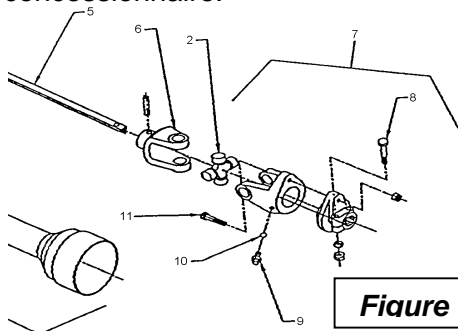

Figure 7
1. Remplacer le boulon de cisaillement de l'arbre à cardan (fig. 7, item 11) par un boulon M12 x 65 gr. 10.9 (662296) pour Série 8 et un boulon M12 x 65 gr. 8.8 (664570) pour Série 9, disponible chez votre concessionnaire.